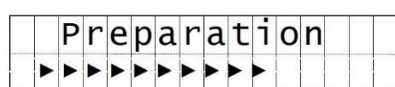

Fig.11
- Pendant le remplissage de l'eau s'affiche "Preparation". (Fig.11)